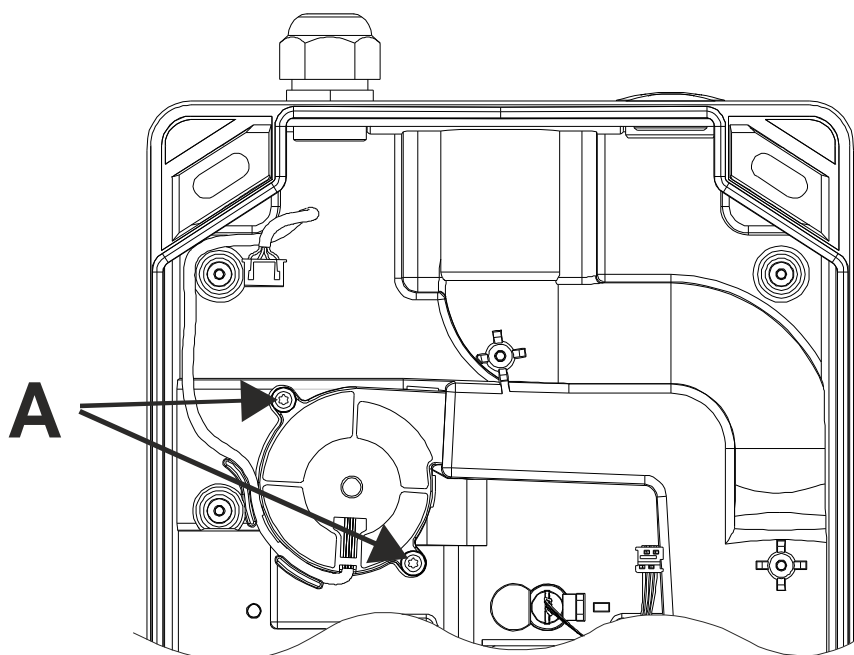

Fig. 51 Fjerne vifteenheten for innsugning
- Fjern de to skruene A på vifteenheten for innsugning med en torx-skrutrekker T15 (se Fig. 51).